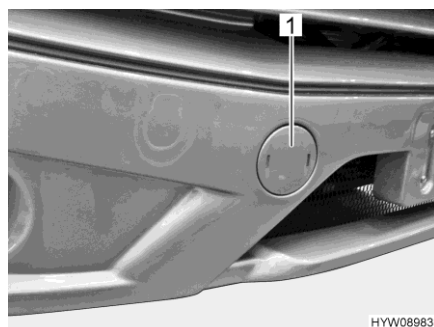

Fig. 25 Cubierta (alojamiento de la argolla de remolque)
- Retirar la tapa (Fig. 25,1) usando un destornillador como palanca.